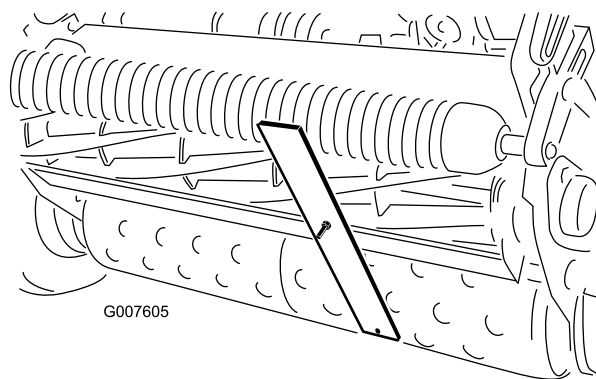

図 50
4. ゲージバーのねじの頭を下刃の先端に引っ掛け、バーの後端を後ローラに当てがう 図 50。